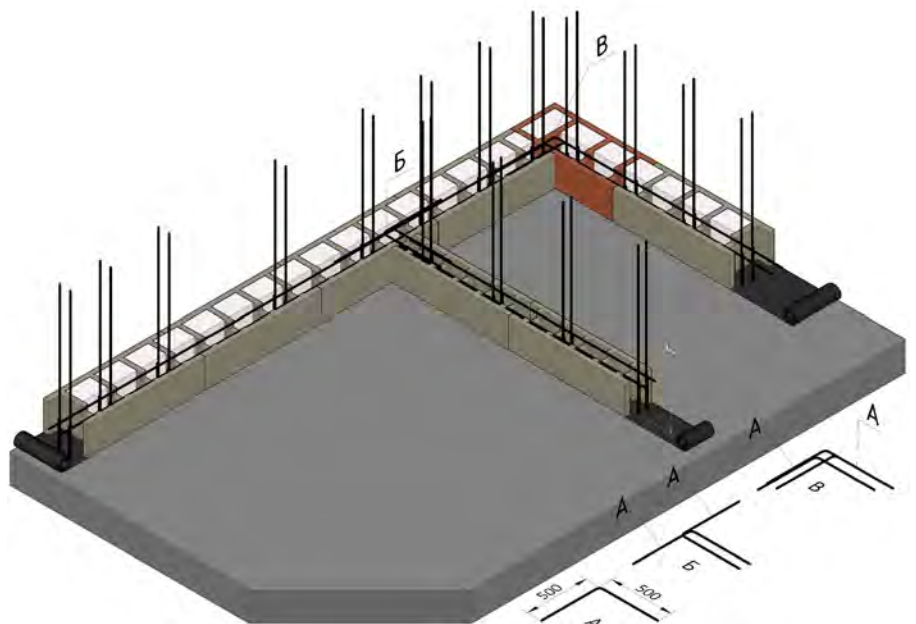

Рис. 15.2
15.2.3 Армирование производят во всех углах и примыканиях. Шаг армирования равен шагу горизонтального армирования. Армирование производится «L» образной арматурой длиной не менее 1000мм. ( см. рис. 15.2).